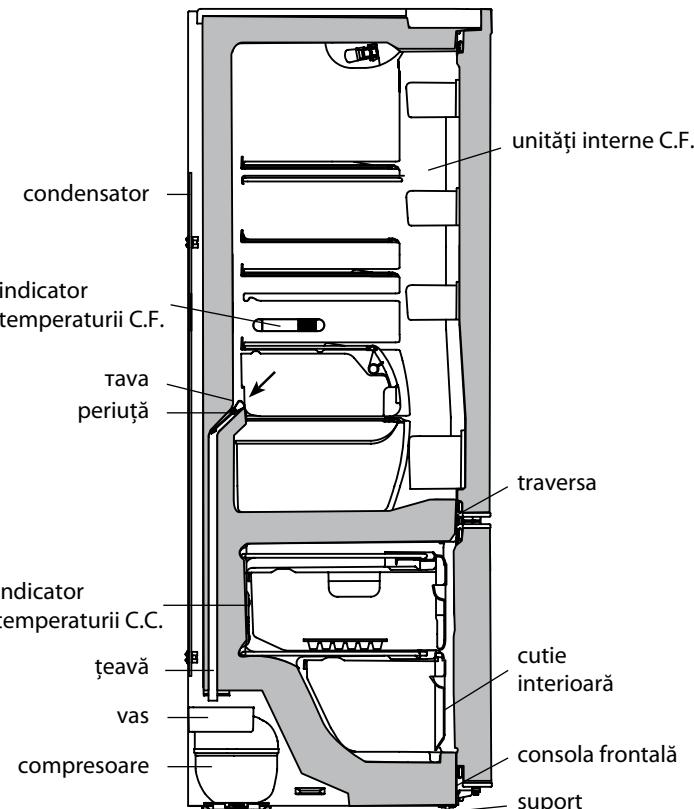

Figura 6 — Schemă de scurgere de apă topită din C.F.
**4.1.1** Frigidul este furnizat cu un sistem de dezghețare automată în modul de picurare. Înghetul care apare pe partea din spate a C.F., după oprirea ciclului compresorului se topește și se transformă în picături de apă. Picăturile de apă topită se scurg în tavă de scurgere printr-un orificiu în el și mai departe prin tub trec într-un vas de pe compresor, în conformitate cu figura 6, și se evaporează. Într-un orificiu în tavă este instalată o periuță pentru a preveni colmatarea de guler de descărcare a apei.
— spălați periuța și instalați-o în conformitate cu figura 6.
**ATENȚIE! Nu așezați produse foarte aproape de indicatorul temperaturii pe peretele în dreapta a C.F., în conformitate cu figura 6.**
**ATENȚIE!** Apa, care a apărut la partea de jos a C.F. sau în locul unde se unesc traversea de față cu placa de interior a C.F. în conformitate cu figura 6, această poate provoca coroziunea exteriorului și a elementelor de frigider și a mecanismului de răcire, tulburări de izolare, să conducă la crăpături în cutia frigiderului și eșecul lui.